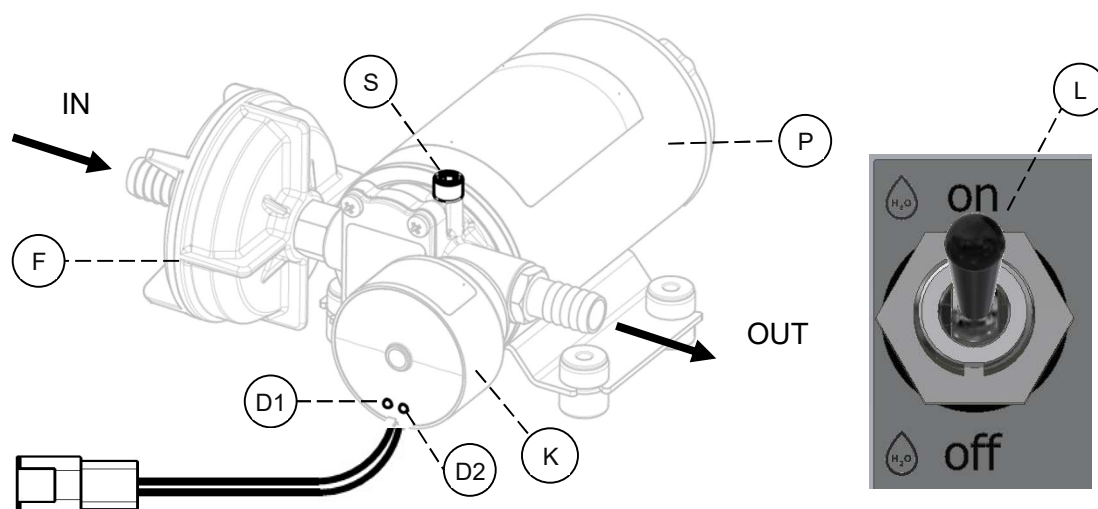

Bild.28
Vattenpumpen har ett filter (F) på inkommande vatten samt en luftskruv (S), se bild 28.
2. Öppna den räfflade luftskruven (S) med fingrarna. Lossa skruven så att O-ringen blir lös medan skruven fortfarande sitter kvar i sätet.
3. Aktivera pumpen med kontrollboxen (L) eller via en extern strömbrytare.
4. Invänta tills vatten fylls upp i filter (F).
5. När vatten pressas ut i luftskruven (S) skruvas den in med fingrarna, använd EJ verktyg.